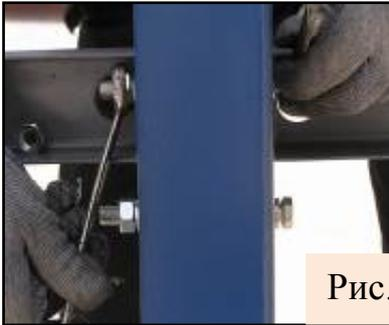

Рис.1
2. Наживить метизы крепления стяжки к стойке (положение нижней стяжки не более 200 мм от башмака стойки, рис.1).